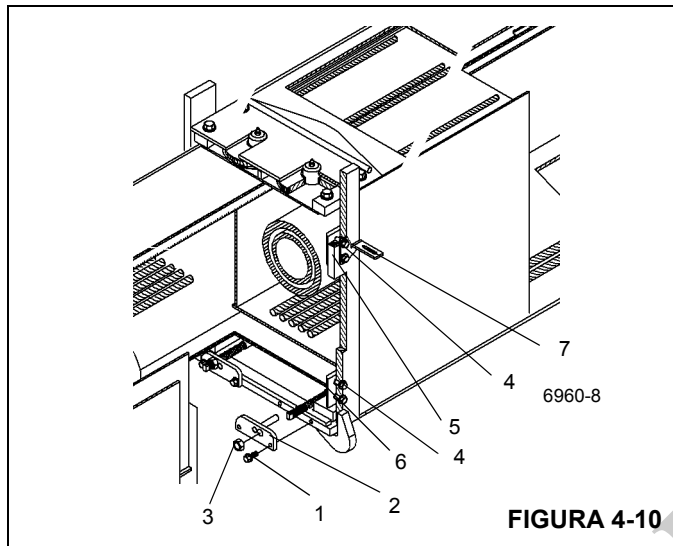

FIGURA 4-10
- Saque los pernos y las arandelas (1) que fijan las placas de anclaje (2) del cable de retracción de la sección de extremo a la parte delantera inferior de la sección cen-
tral interior. Retire las contratuercas de cables y retire las placas de anclaje (3) de los cables (Figura 4-10).
10. Saque los tornillos y las arandelas (4) que fijan cada almohadilla de desgaste lateral superior (5) e inferior (6) a la parte delantera de la sección central interior (Figura 4-10). Retire las almohadillas de desgaste, los suplementos y la escuadra de montaje (parte superior del lado izquierdo solamente) (7).